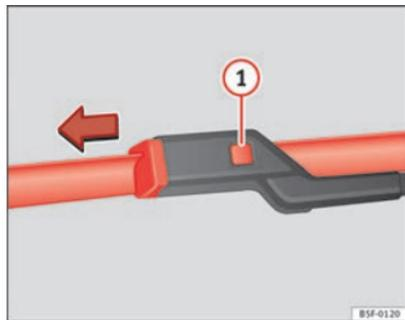

Abb. 159 Scheibenwischerblätter vorne austauschen.
- Entriegelungstaste ⇒ Abb. 159 ① gedrückt halten und gleichzeitig das Scheibenwischerblatt in Pfeilrichtung abziehen.